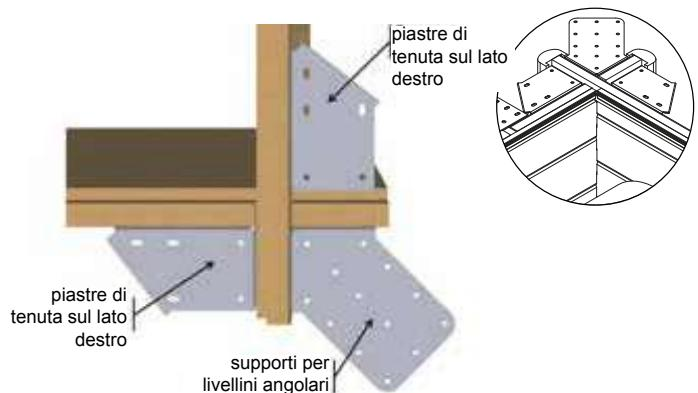

Figura 20 – Posizionamento delle piastre di tenuta negli angoli
- Negli angoli, montare quattro piastre di tenuta «lato destro» e quattro piastre di tenuta «lato sinistro», nonché quattro supporti per livellini angolari, secondo la *Figura 20*. Utilizzare 4 viti torx 6×20 in acciaio inox A2 (sacchetto G) per squadra e 6 viti torx 6×20 in acciaio inox A2 (sacchetto G) per piastre di tenuta, per un totale di 64 viti.